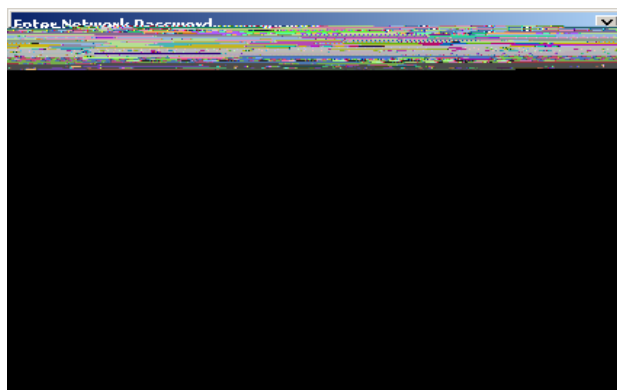

figura 26.9: Finestra di accesso
- 4 Andare in fondo alla pagina e fare clic sul collegamento ipertestuale *Continue* per accedere all'interfaccia web. Appare una schermata simile a quella in figura 26.9.